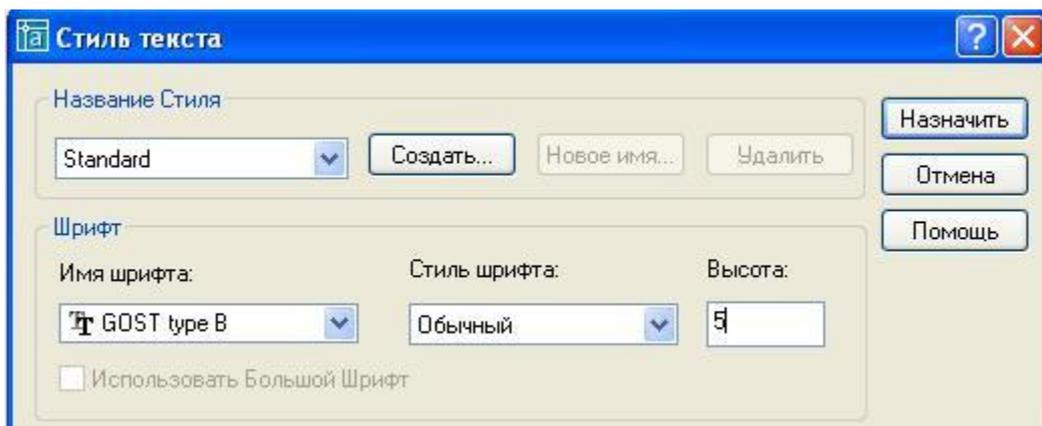

Рис. 3.11 Определение стиля текста
7. Щелкнуть на кнопке  **Стиль текста** и в открывшемся диалоговом окне (Рис. 3.11) выбрать имя шрифта **GOST type B**, высоту шрифта задать 5, а затем щелкнуть на кнопке **Назначить** и закрыть окно.